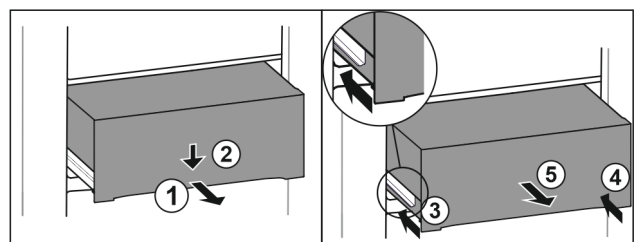

Fig. 104
- ▶ Изтеглете чекмеджето наполовина. Fig. 104 (1)
- ▶ Натиснете надолу чекмеджето от предната страна. Fig. 104 (2)
- ▶ Вкарайте лявата релса приблизително 2 cm навътре. Fig. 104 (3)
- ▶ Вкарайте дясната релса приблизително 2 cm навътре. Fig. 104 (4)
- ▶ Извадете чекмеджето напред. Fig. 104 (5)